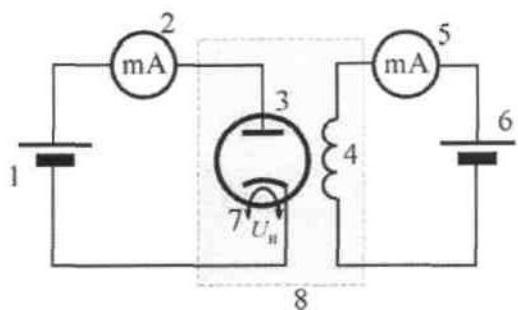
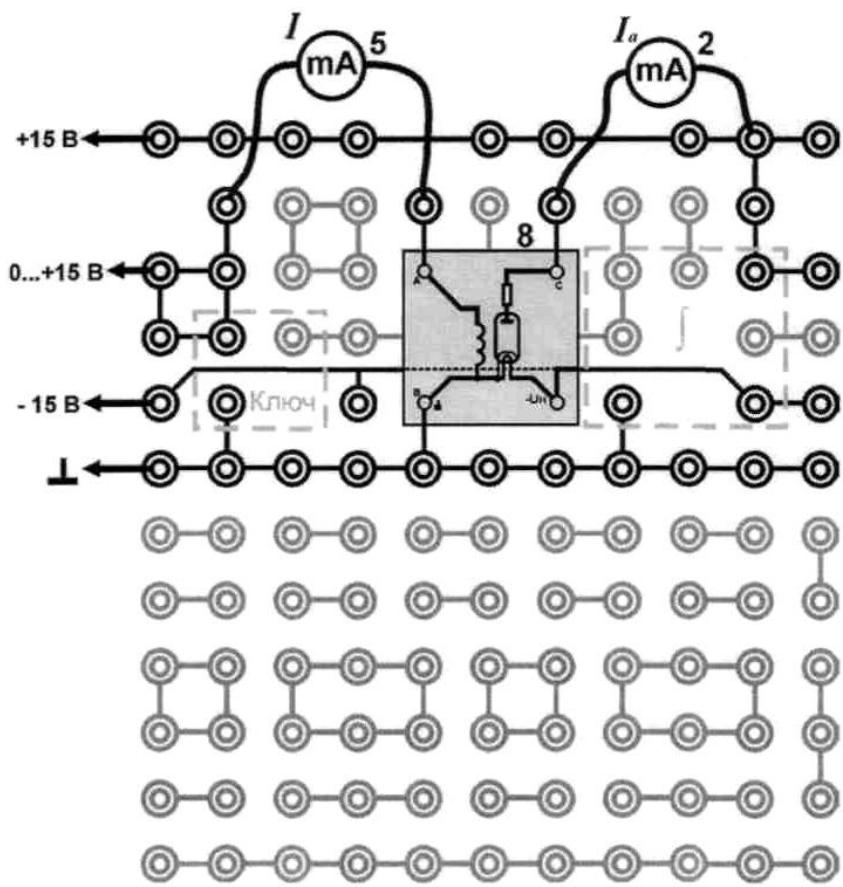

Рис. 5. Электрическая схема:
Рис. 6. Монтажная схема
Для определения удельного заряда электрона методом магнетрона собирают электрическую цепь, схема которой приведена на рис. 5, монтажная схема - на рис. 6.
- Собрать электрическую цепь по схеме рис.6.